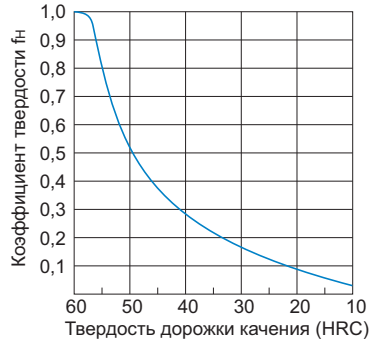

Рис.8 Коэффициент твердости ( $f_H$ )
- fn : коэффициент твёрдости (см. Рис.8 на с. **A1-69**)
(см Рис.8 на с. **A1-69**)